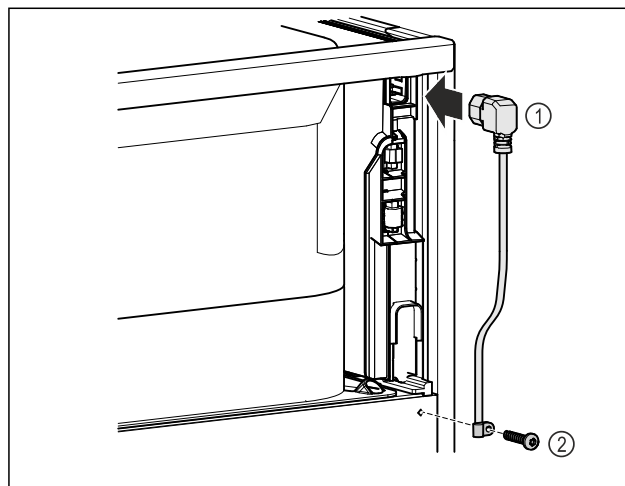

Fig. 11
- ▶ Συνδέστε την υποδοχή τροφοδοσίας του καλωδίου τροφοδοσίας Fig. 11 (1) στην πίσω πλευρά της συσκευής.
- ▶ Τοποθετήστε το ανακουφιστικό καταπόνησης. Fig. 11 (2)